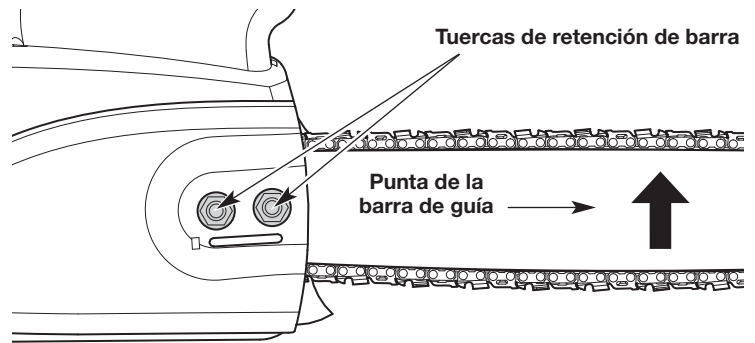

Fig. 23
1. Use una llave 1/2 pulgadas (13 mm) para aflojar ligeramente las tuercas de retención de la barra (Fig. 23). **NO** extraiga las tuercas de retención de la barra.